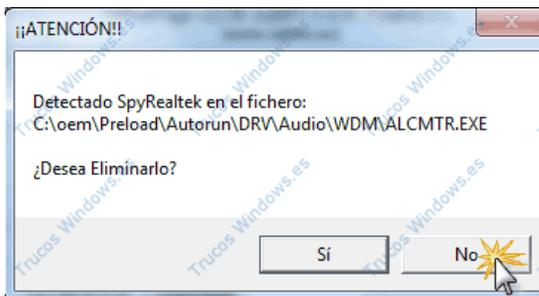

FIGURA 12
9. De encontrarse alguna infección el programa nos preguntará si deseamos eliminarla. Obviamente si estamos seguros de lo que estamos haciendo aceptamos para que nos lo elimine haciendo clic en “Si” (Figura 12).